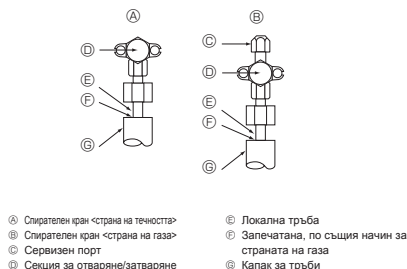

Fig. 5-4
5.4. Метод за тестване на херметизацията на тръбите за хладилен агент (Fig. 5-4)